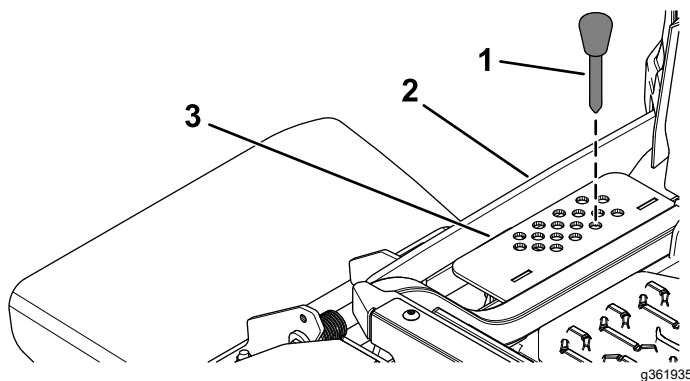

Figura 32
2. Seleccione el taladro del soporte de altura de corte que corresponde a la altura de corte deseada, e inserte el pasador (Figura 32).
3. Presione el interruptor de elevación de la carcasa hasta que el acoplamiento de la altura de corte entre en contacto ligeramente con el pasador de selección de la altura de corte (Figura 32).